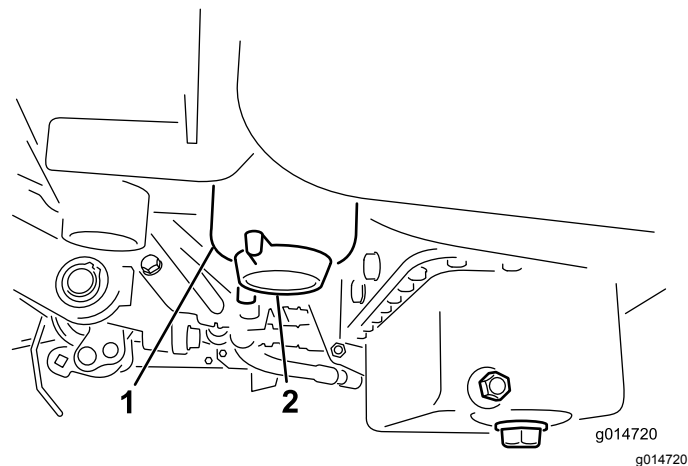

Bild 30
2. Reinigen Sie den Anbaubereich der Filterglocke (Bild 30).
4. Öffnen Sie die Filterablassschraube (Bild 30).